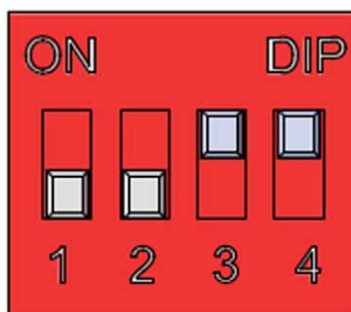

Рисунок 7 – ON; S1.4 – ON
- S1.3 – ON; S1.4 – ON (рисунок 7)